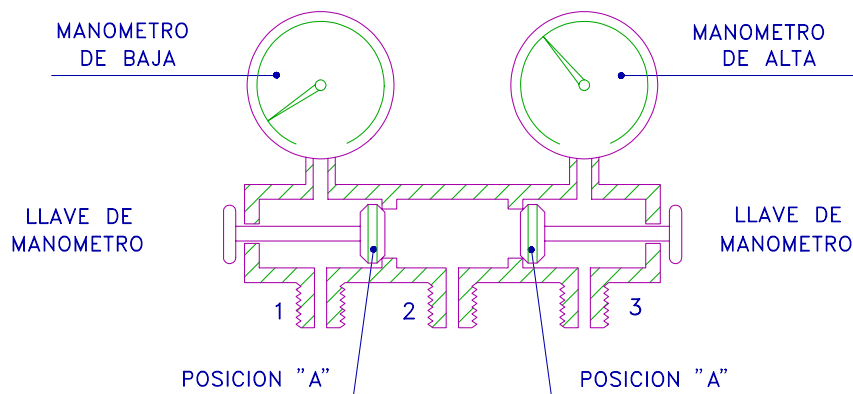

Fig.12
- Cerrar las llaves de los manómetros, posición "A" (fig. 12).